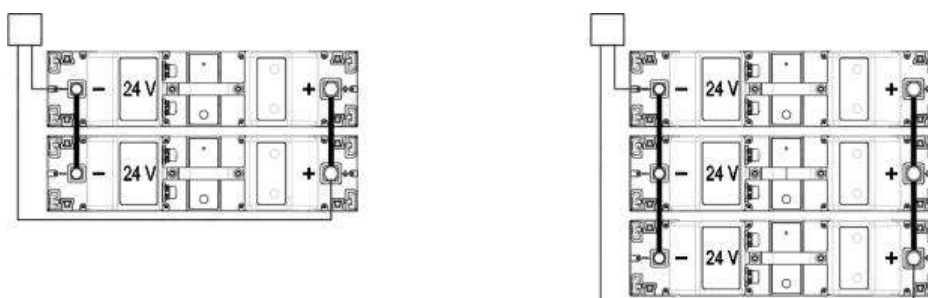

Рис. 2
- подключенные согласно схеме на Рис. 2.